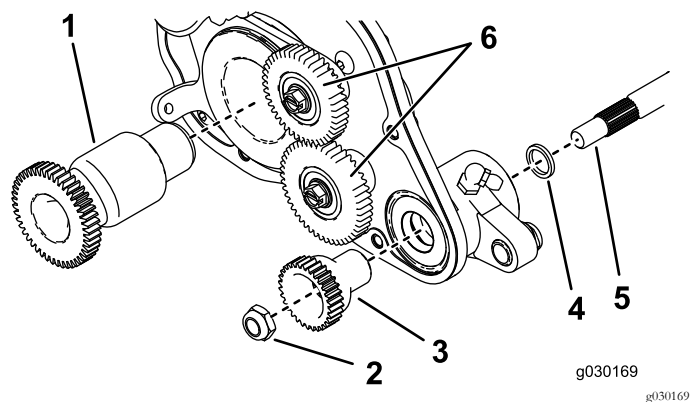

图10
4. 向驱动组件轴承支架内的密封件和疏草刀轴的花键端涂抹润滑脂**图10**。
6. 将疏草刀轴的花键端滑入驱动组件轴承支架**图10**。
8. 用驱动齿轮锁紧螺母将齿轮固定至疏草刀轴**图10**。
13. 将疏草刀驱动齿轮固定至滚刀右侧的滚刀轴**图10**然后上紧扭矩至 170N·m。
14. 安装并固定怠速齿轮 图10 上紧平头螺丝扭矩至 13.5N·m。